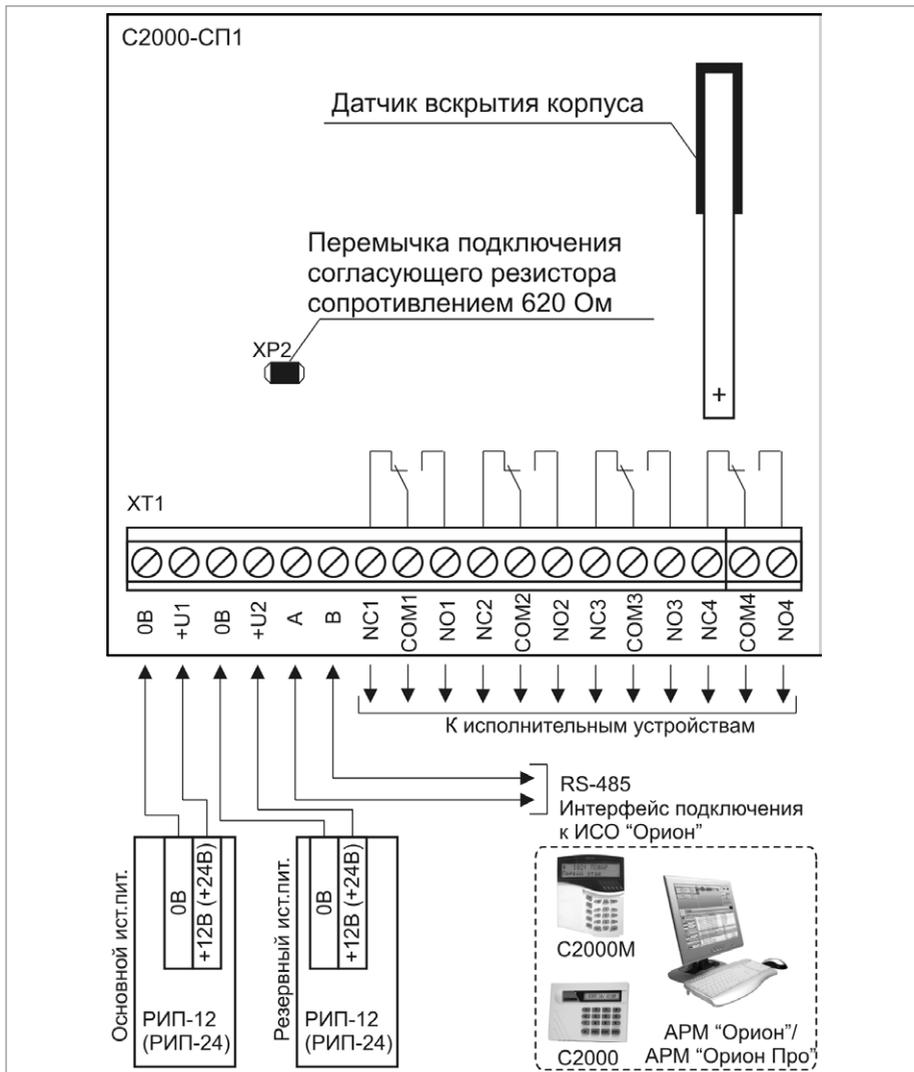
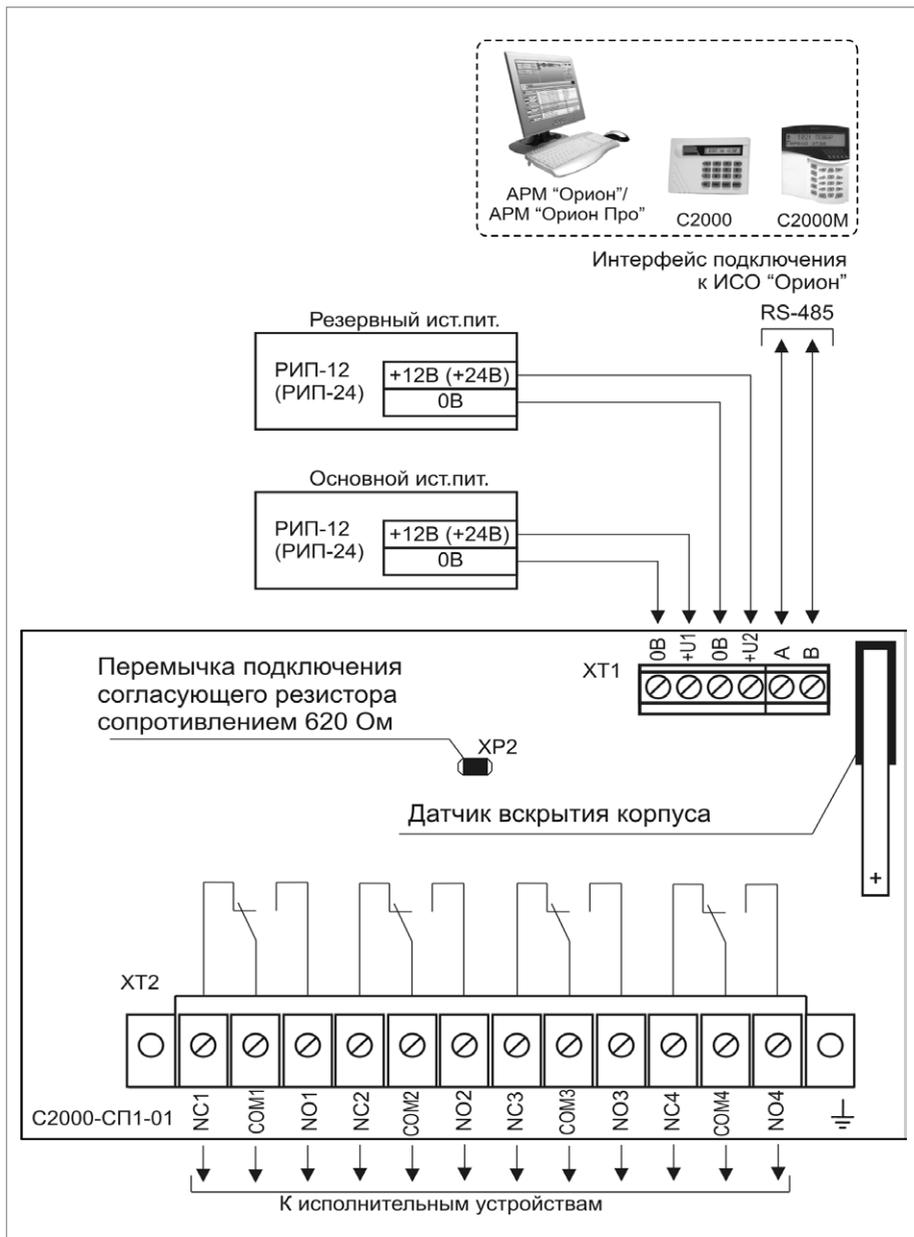

Рисунок 3.
Рисунок 4. Схема внешних соединений блока «C2000-СП1 исп.01»
4. Схема подключения блока «С2000-СП1» приведена на рис.3, схема подключения блока «С2000-СП1 исп.01» приведена на рис. 4.